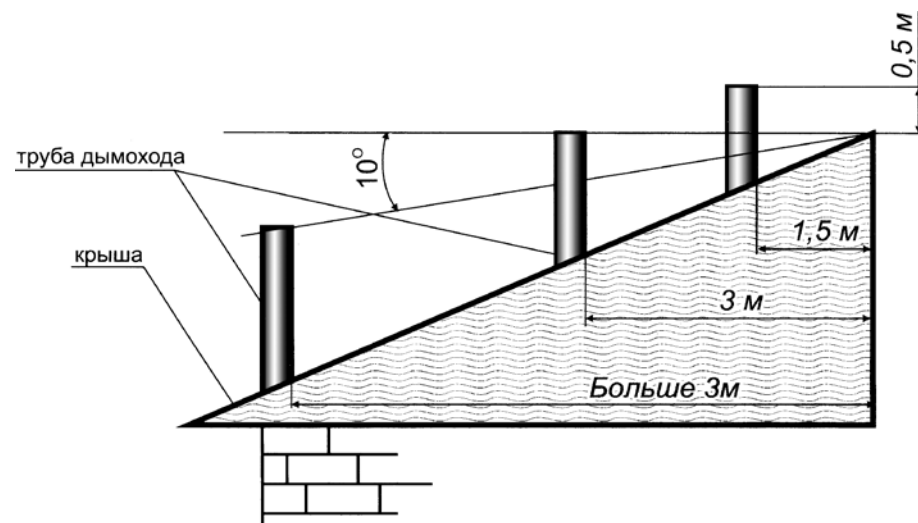

рис.5 **Схема размещения дымовых труб.**
6.12. Дымоход рис.5 должен быть выведен выше зоны ветрового подпора. Высота дымохода над крышей дома устанавливается в зависимости от расстояния его от конька по горизонтали и должна быть: